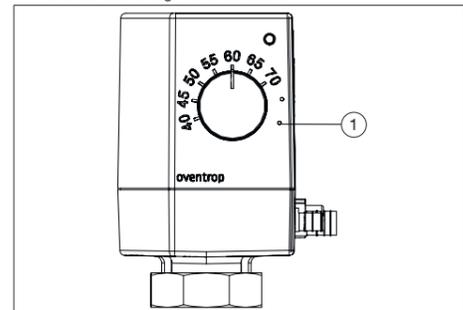

Abb. 2: Service-Mode
- Für die Demontage stellen Sie den Stellantrieb auf „Service-Mode“ (siehe Abb. 2). Dadurch fährt der Stellantrieb auf und die Demontage wird erleichtert.